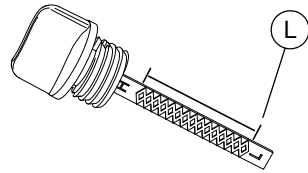

Figura 2-3. Rango de funcionamiento seguro del aceite
6. Consulte la Figura 2-3. Retire la varilla de nivel de aceite y verifique que el nivel de aceite se encuentre dentro del rango de funcionamiento seguro sobre el límite inferior (L).